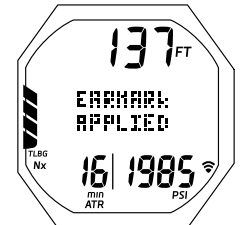

Fig. 71C - ÉCRAN PRINCIPAL DE PLONGÉE SANS DÉCOMPRESSION (affiché pendant 3 secondes)
- M (< 2 sec) - pour permettre l'insertion instantanée d'un signet dans les données d'interface PC enregistrées à ce moment précis. L'indication EARMARK APPLIED s'affichera à la place du temps de plongée restant sans décompression durant 3 secondes (Fig. 71C).